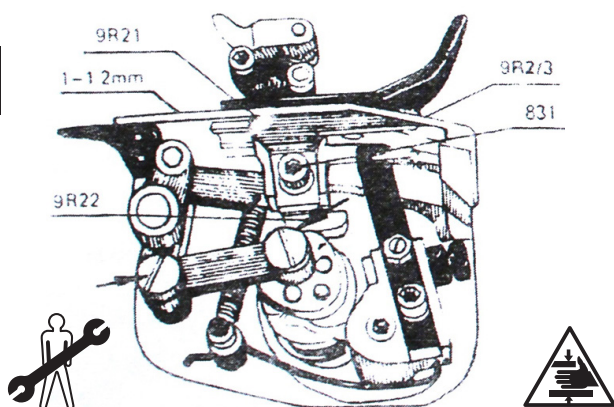

Fig.8
- Distanța mai mică sau mai mare descrisă anterior poate fi reglată prin rotirea șurubului (9S9) după ce piulița (882) a fost slăbită. Aceasta trebuie blocată după ce se face ajustarea.
4.7. AJUSTAREA ÎNĂLȚIMII GHEAREI DE ALIMENTARE (Fig.8)
- Metoda de ajustare presupune strângerea butonului cu clichet (9T1) pentru a fixa suportul pentru gheare, urmată de strângerea șurubului (831) atunci când gheara se ridică la peste 1-1,2mm.